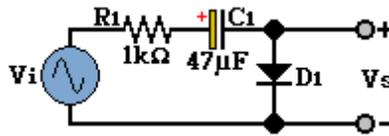

Figura 4.4
- Arme el circuito de la figura 4.4. Si V_i es una señal senoidal de 12V_{pp} a 1kHz . Dibujé las señales V_i y V_s en papel milimétrico, observando cuidadosamente el nivel de tierra.
5. Dé una breve explicación de la función del capacitor C_1 en el circuito sujetador de la figura 4.4.
6. ¿A qué valor de voltaje de CD “sujeta” a la senoidal el circuito de la figura 4.4? y ¿cuál es la causa?